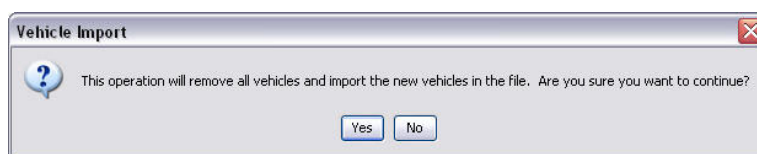

FIG. 157
2. Le message d'avertissement indiqué dans FIG. 157 apparaît, vous informant que tous les véhicules que vous avez déjà ajouté au groupe seront remplacés par les véhicules dans le fichier importé.